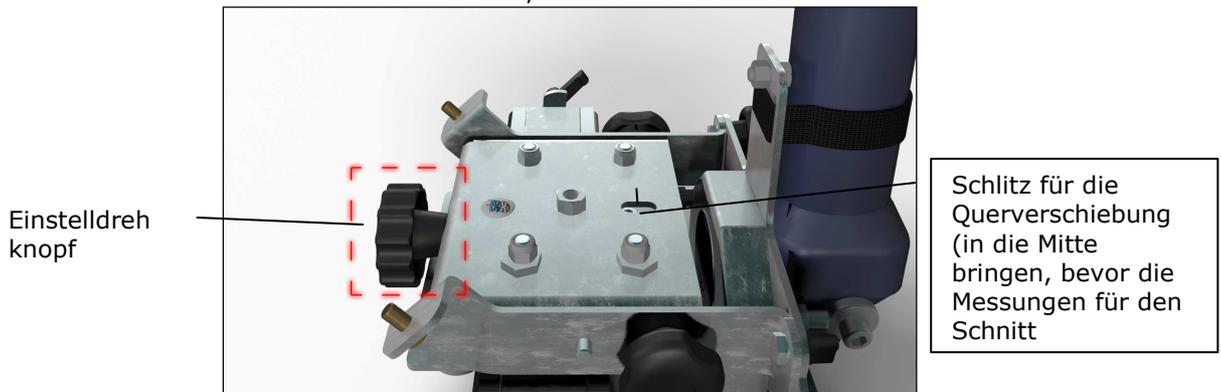

Abb. 6.4.4 Einstelldrehknopf zur Querverschiebung des Wagens
- Die Millimeterregulierung in der Mitte positionieren (siehe Abb.6.4.4)